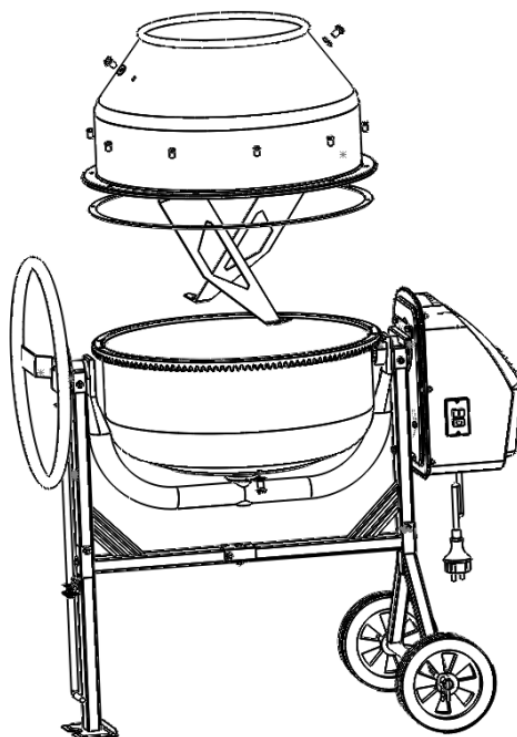

Fig.12
- Coloque el sello de goma en el tambor de mezcla de la unidad inferior (9), p.13, como se muestra en la Fig.12 de la página siguiente.
- Coloque la unidad superior del tambor de mezcla (6) sobre la unidad inferior del tambor de mezcla.